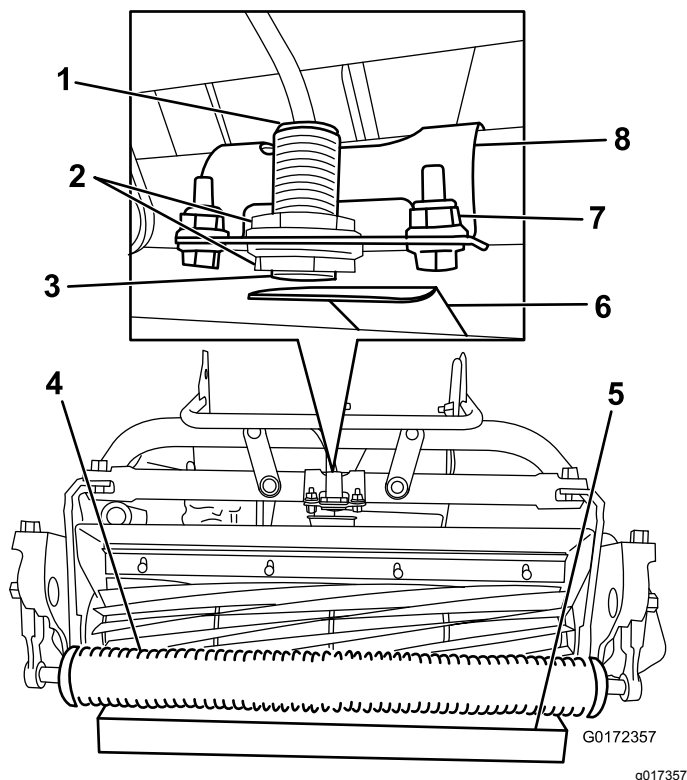

Рисунок 16
2. Ослабьте контргайки на датчике и отрегулируйте датчик таким образом, чтобы из нижней контргайки выходил наружу один виток резьбы (Рисунок 16).
- Установите подставку толщиной 3,8 см под передний валик режущего блока (Рисунок 16).
- Ослабьте детали крепления кронштейна датчика к раме (Рисунок 16).
- Поворачивайте кронштейн датчика в сторону отражательной пластины до тех пор, пока не загорится индикатор сверху датчика (Рисунок 16). Если он уже горит, поворачивайте его в сторону от отражательной пластины, пока он не погаснет, затем в обратном направлении, пока он не загорится снова.